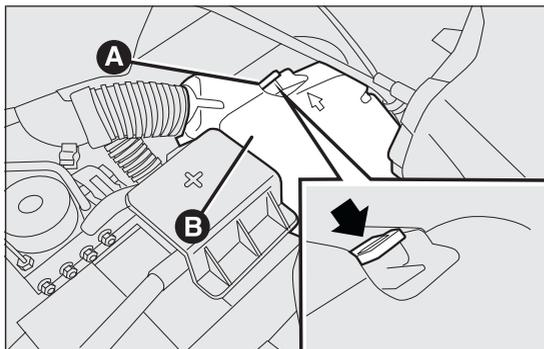

fig. 159
- agire sull'aletta A fig. 159 e rimuovere il coperchio B di protezione della scatola fusibili;
- spostare il coperchio verso il proiettore, ruotandolo in senso antiorario (come indicato dalla freccia) e successivamente rimuoverlo fig. 159;